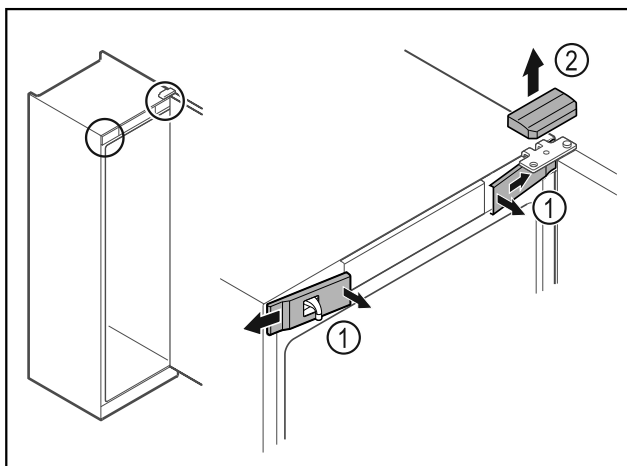

Fig. 13
- Odistite zvnútra predné kryty Fig. 13 (1) a odoberte ich do strany.
- Odoberte horný kryt Fig. 13 (2) nahor.